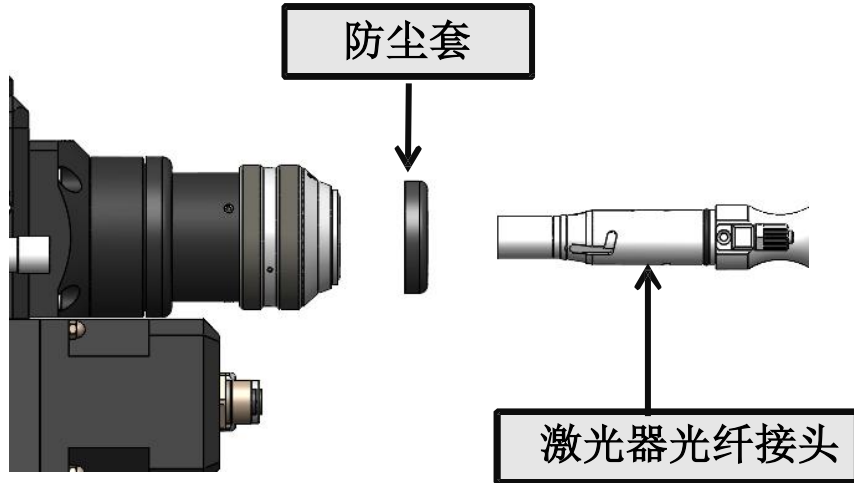

图2.2
① 信号线CAN总线连接
② 总线盒功能
- ① 将切割头水平放置，取下头子上的白色帽子与静电贴，取出防尘密封塞和防尘套，如下图2.2所示：